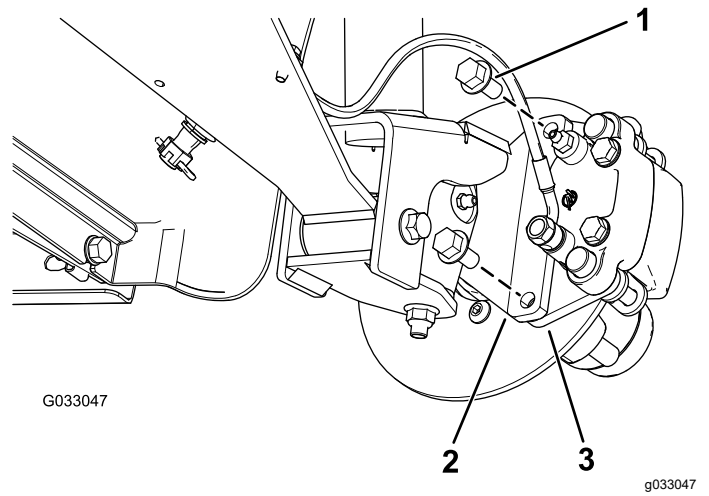
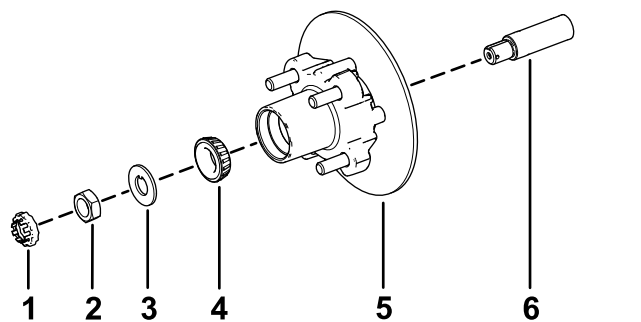

图 32
图 36
3. 卸下将制动器总成支架固定到主轴的凸缘头螺栓 $\frac{3}{8} \times \frac{3}{4}$ 英寸将制动器与主轴分开图 32。
1. 在主轴上涂上薄薄一层指定润滑脂图 36。
2. 将轮毂和转子组装到带内转子的主轴上图 36。
3. 将外置轴承组装到主轴上并将轴承放置到外置座圈内图 36。
4. 将止动垫圈组装到主轴上图 36。
5. 将主轴螺母拧到主轴上上紧螺母扭矩至 15N·m 同时旋转轮毂将轴承调整到位图 36。
2. 将刹车踏板与转子的任意一侧对齐 图 32 将制动盘托盘中的孔与主轴机架的制动器安装架中的孔对齐 图 36。
3. 用 2 个凸缘头螺栓 $\frac{3}{8} \times \frac{3}{4}$ 英寸将卡钳支架固定到主轴机架上 图 32。